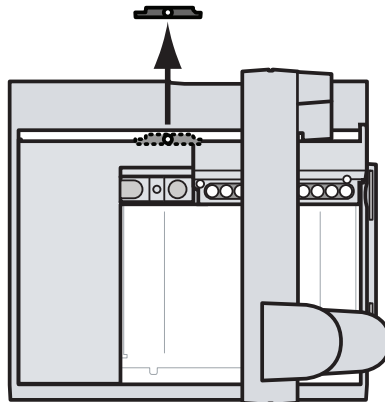

Figure 9 Retrait des deux éléments en plastique du dispositif de blocage
- 6 Retirez les deux éléments en plastique du dispositif de blocage du porte-échantillons et jetez-les (Figure 9).